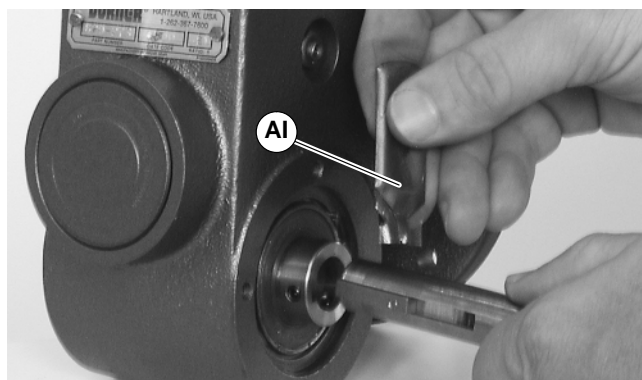

Abbildung 18
9. Schmierfett (AI siehe Abbildung 18) auf Welle auftragen.